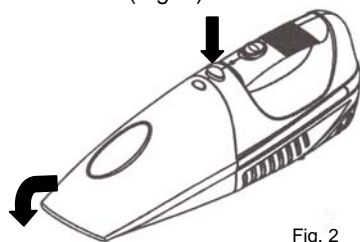

Fig. 2
1. Para abrir el compartimiento del recipiente de la tierra, presione el botón para destrabarlo y quite el recipiente. (Fig. 2)